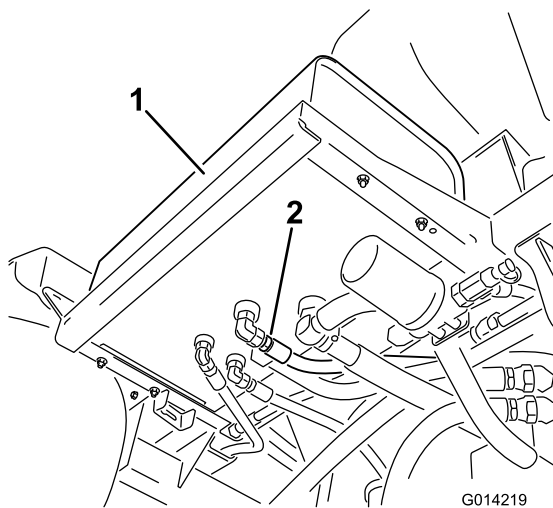

Figura 62
2. Limpie la zona alrededor del acoplamiento de uno de los manguitos hidráulicos, en la parte inferior del depósito de aceite hidráulico (Figura 62).
4. Retire el acoplamiento del manguito del depósito y deje fluir el aceite al recipiente (Figura 62).